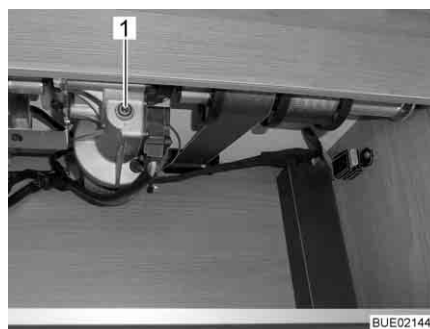

Bild 135 Åtkomst till drivenheten
- Stick den medföljande veven eller insexnyckeln i hållaren vid motorn (Bild 135,1).